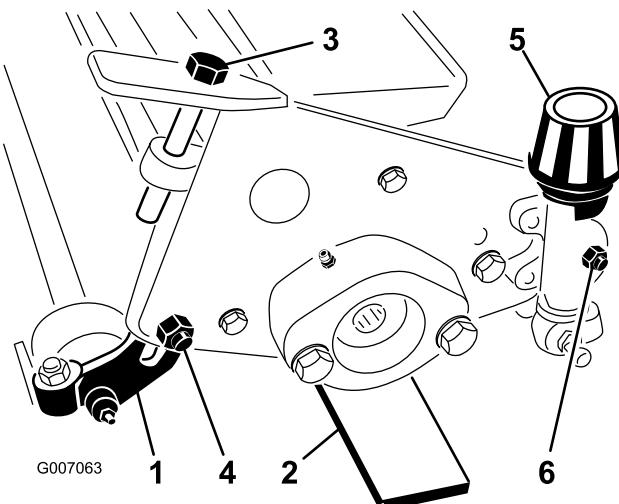

図2
2. 後ホイール・ブラケットをサッチャーフレームに固定しているロックナット(2個)をゆるめる(図2)。
4. ユニットの左右についている調整用キャップスクリュを回して、後ホイール・ブラケットを一番高い位置まで上げる(図2)。水平面上にホイールが接触し(そしてリール刃がゲージバーに接触している)状態にする; 後ホイールが浮いている側のブラケットを
3. 左右の後ホイールが両方とも水平面に接している状態で、左右の刈高ノブのロックナットをゆるめる。前ローラの左右両端が水平面に接触するまで、刈高ノブを回して調整する。ローラと水平面との間に紙を差し入れて、ローラが面に密着していることを確認する。刈高ノブのロックナットを元通りに締める（図 2）。